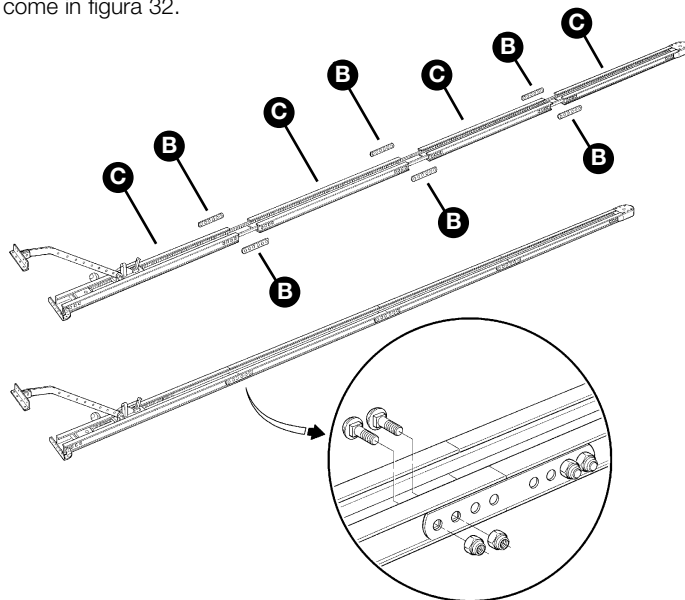

Figura 32
- 6** Prendere dalla scatola accessori le staffe di giunzione **[B]**, fissare tra di loro le quattro parti **[C]** chiudendo fermamente le viti M6x14 e i dadi M6, come in figura 32.